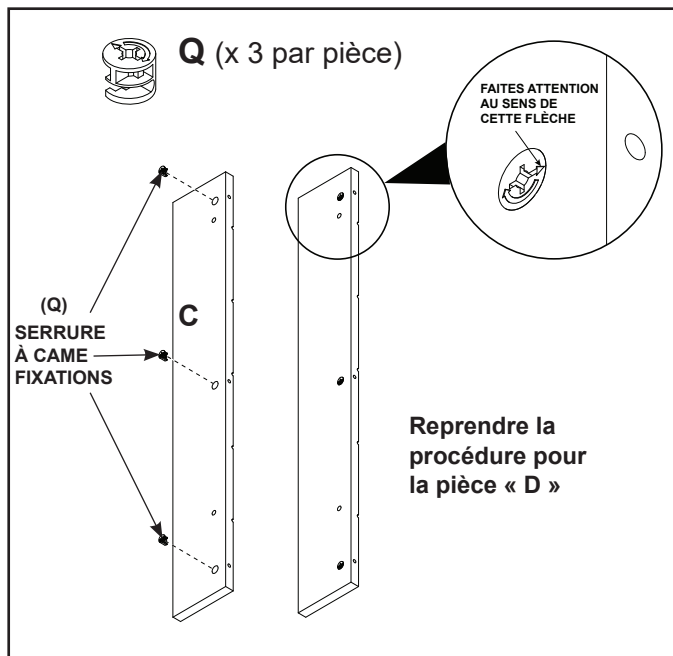

Figure 5
- Installez trois (03) serrures à came (Q) dans le pièce « C » en tenant compte du sens des flèches tel qu'indiqué sur la Figure 5.